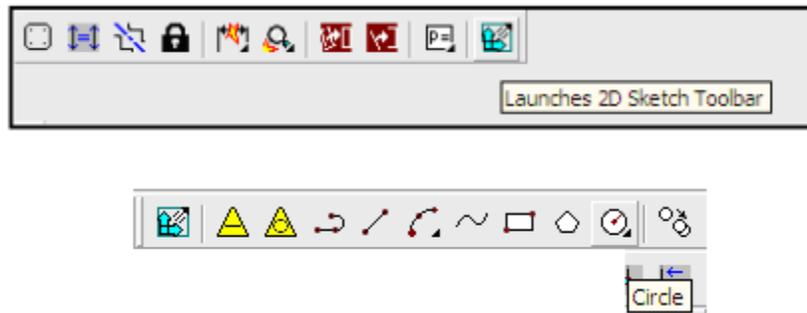

Figura 57
13. Ahora crearemos el siguiente solido que será un círculo. Damos un clic con el botón izquierdo del mouse en el icono *Launches 2D sketch* para cambiar la barra de herramientas por la de *2D Sketching*, seleccionamos el comando *Circle* dando un clic con el botón izq. Del mouse como se muestra en la *figura 57*.